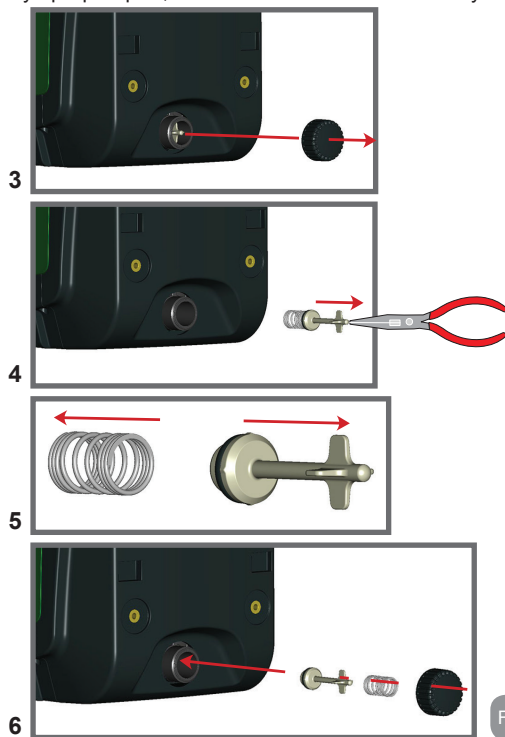

Fig. 19
- 3 - Ta oavsett bort avtappningspluggen. Se till att O-ringen inte kommer bort (Fig. 19).